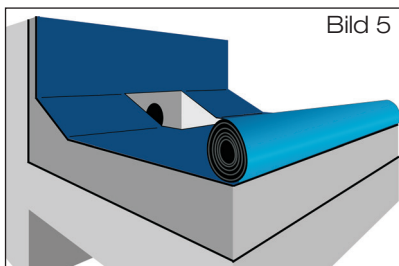

Bild 5
- 5.4.5 Zweite Lage der Dachdichtungsbahn über Ablauf ausrollen. Im Bereich des Attikaablaufes Aussparung mit Abmessungen entsprechend Außenkonturen der Sieböffnung vorsehen (Bild 5). Zweite Lage der Dachdichtungsbahn zurückrollen, Anschlussbahn und zweite Lage der Dachdichtungsbahn gemäß Verlegevorschriften des Dachdichtungsbahnherstellers verschweißen.